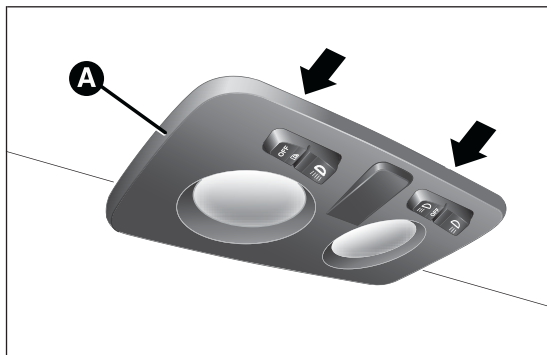
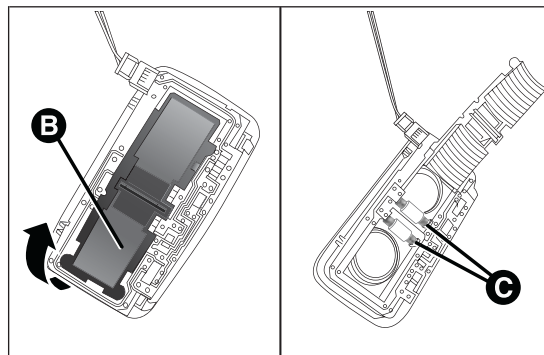

fig. 127
fig. 128
- rimuovere la plafoniera A fig. 127 agendo nei punti indicati dalle frecce;
- aprire lo sportellino B fig. 128, sostituire le lampade C svincolandole dai contatti laterali. Accertarsi poi che le nuove lampade risultino correttamente bloccate tra i contatti stessi;
- richiudere lo sportellino B fig. 128 e fissare la plafoniera A fig. 127 nella sua sede accertandosi dell'avvenuto bloccaggio.